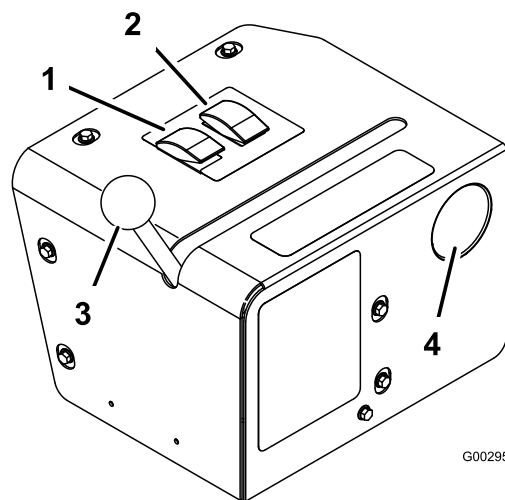

Figura 58
5. Coloque o interruptor selector de pulverização na posição de pulverização manual (Figura 58).
6. Movimente a alavanca de controlo de válvulas para frente, para a posição de pulverização manual (Figura 58).
7. Ajuste o interruptor de controlo da velocidade para aumentar ou diminuir a pressão, como figura no indicador de pressão, para a afinação pretendida (Figura 58).